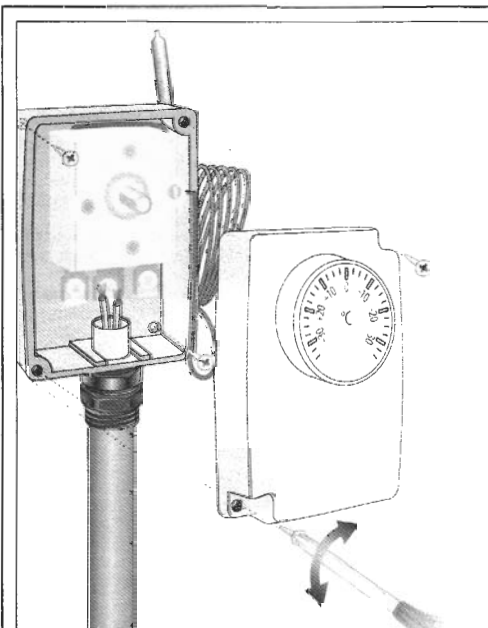

fig.3 - ΕΙΚ.3
A) Retirez le couvercle, en dévissant les 2 vis. Fixez le thermostat en utilisant les 2 trous prévus à cet effet. (fig.3) Dans la version avec capillaire 1500 mm, positionnez la sonde selon les exigences.
B) Passez le câble de raccordement dans le presse étoupe et raccordez les fils au bornes (voir paragraphe "raccordements électriques") (fig.3)